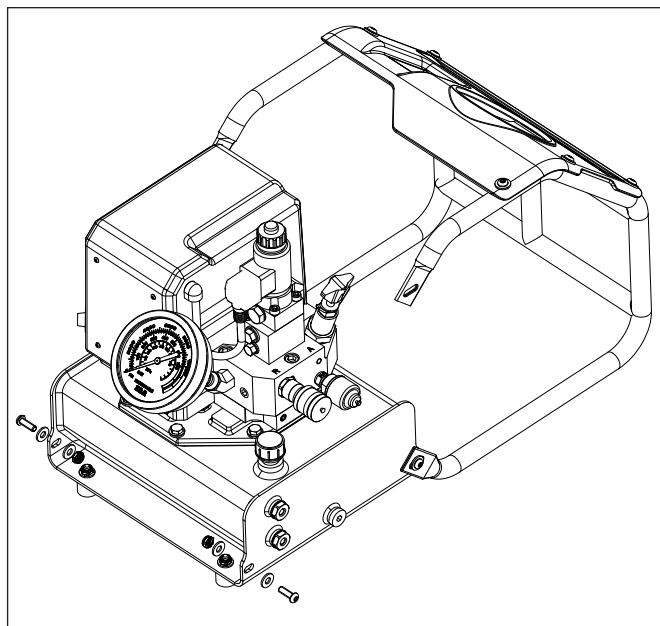

Figura 7: Pulizia del serbatoio
3. Rimuovere le 2 viti, le rondelle e i dadi che fissano la roll cage al serbatoio. Allentare le altre 2 serie di viti di montaggio. Ruotare la roll cage come illustrato. Vedere la Figura 7